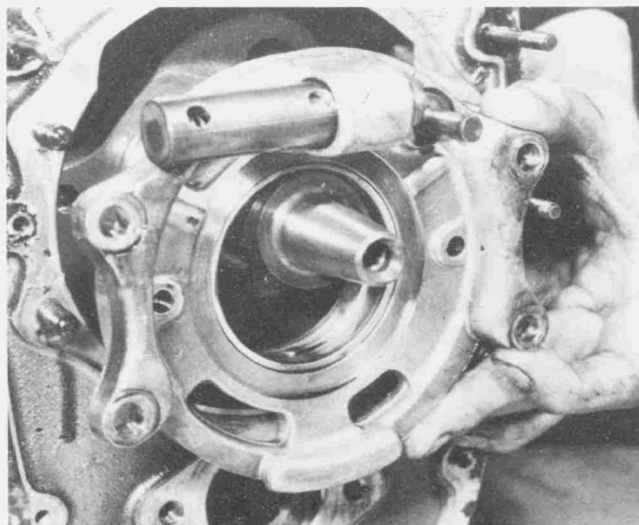

Bild 48
- Die verbleibenden drei Muttern vom vorderen Kurbelwellen-Lagerdeckel abdrehen. Den Lagerdeckel abziehen (dabei das obenliegende Überdruckventil beachten). Für ein selbsthergestelltes oder anderweitig beschafftes Abziehgerät sind zwei Ansatzbohrungen vorgesehen. Der Lagerdeckel kann auch sehr vorsichtig abgehebelt werden (Bild 48).